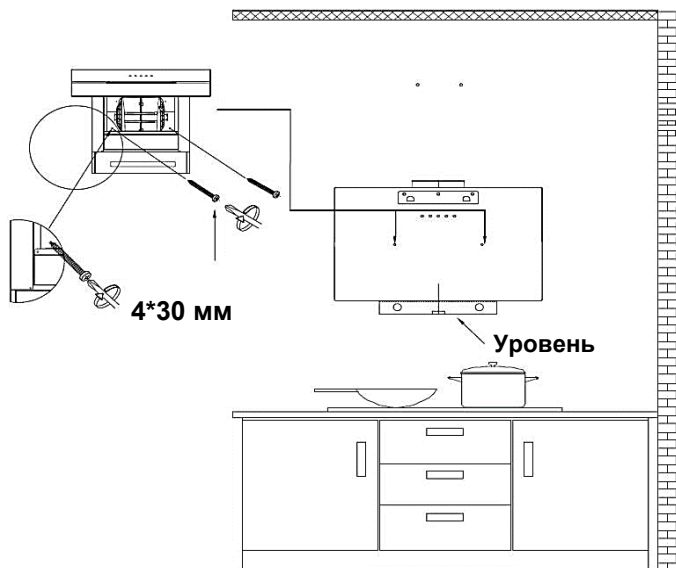

Рисунок 9
8. Убедитесь, что вытяжка установлена ровно горизонтально с помощью уровня и используйте винты 4x30 мм для того, чтобы закрепить корпус в страховочных местах (не обязательно, по желанию пользователя). (см. рисунок 9)